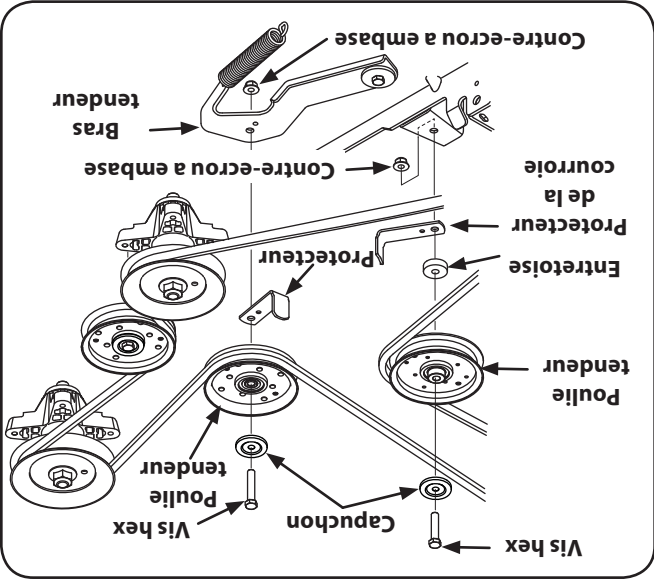

Figure 7-13
3. Démontez les deux poulies de tension en enlevant les vis hex, et les contre-écrous à bride qui les maintiennent sur le plateau de coupe et le bras de tension. Voir la Figure 7-13. Faites attention de ne pas perdre la boulonnerie en retirant la vis hex, et le contre-écrou à bride.
6. Placez la courroie autour des poulies de tension enlevées au paragraphe 3, le côté en V vers l'intérieur. Ensuite, installez toute la boulonnerie et serrez le contre-écrou à bride pour bien maintenir l'ensemble. Voir la Figure 7-13.